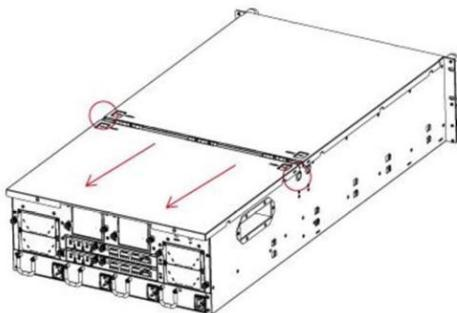

Рисунок 133 - Снять заднюю верхнюю крышку
- 2) Установить заднюю крышку назад, пока он не отделяет от защелки, а затем удалить ее из корпуса дискового массива (см. Рисунок 133).